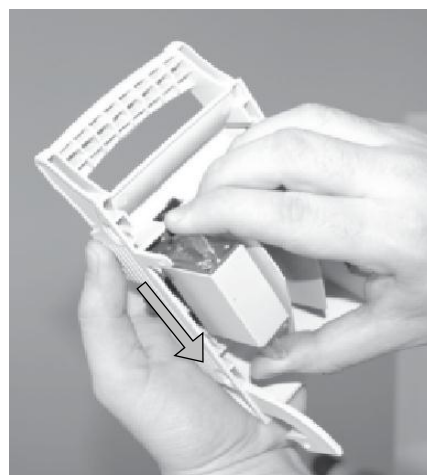

Рис. 8.2
- с) перемістити запобіжник по кришці у напрямку стрілки до тих пір, поки фіксатор запобіжників не зафіксується (Рис. 8.2)